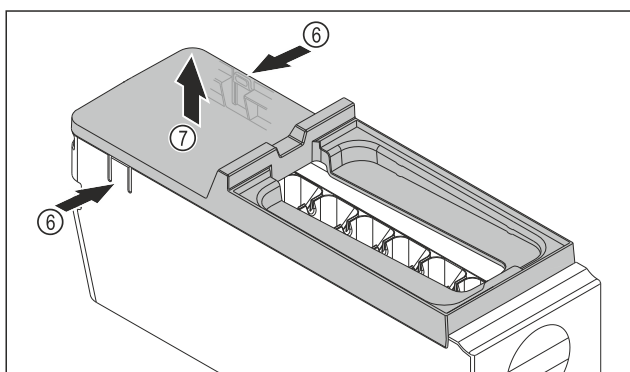

Fig. 78
- Vyjmutí krytu korpusu EasyTwist-Ice: Lamely Fig. 78 (6) na obou stranách korpusu EasyTwist-Ice stlačte jednou rukou.
- Kryt Fig. 78 (7) vyjměte druhou rukou nahoru.